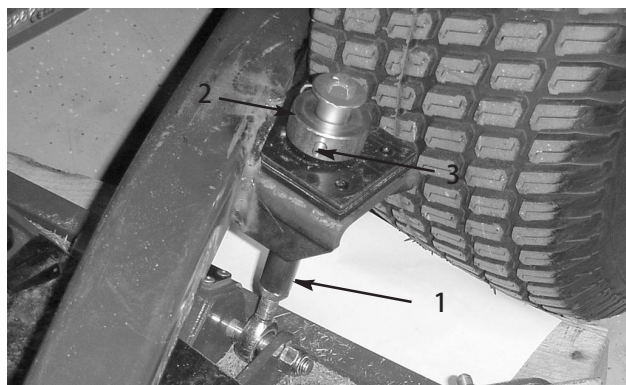

図 8
5. カuttingユニット後部で、刈高ロッドに刈高カラーを固定しているヘアピンとクレビス・ピンを外す（図8）。